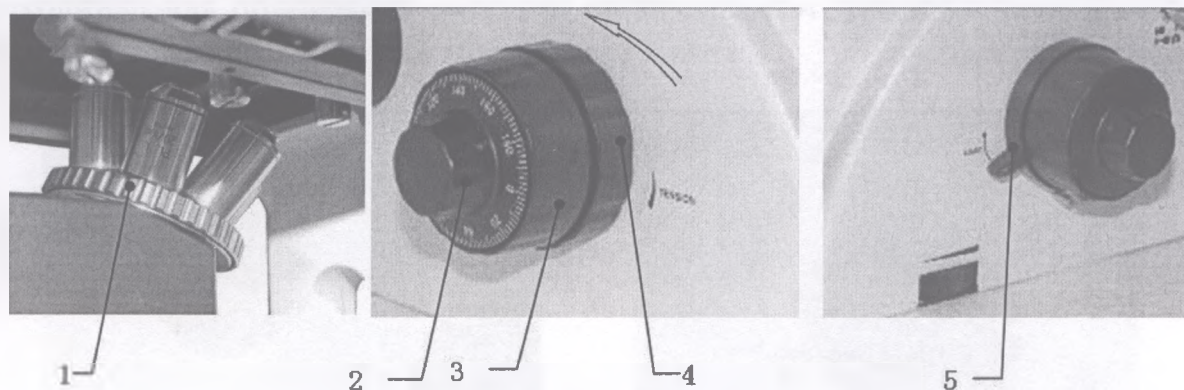

Рисунок 10. Фокусировка.
Начинайте настройку на резкость, используя объективы небольшого увеличения, например 10х (1). Начинать вращать рукоятку грубой фокусировки - «макрвинт» (3), объектив начнет подниматься, приближаясь к поверхности образца. Наблюдайте возникновение увеличенного изображения в окулярах. Когда изображение появится, перестаньте вращать винт грубой фокусировки. Для тонкой настройки фокуса увеличенного изображения используйте «микровинт» (2). Для регулировки усилия прикладываемого к винту грубой настройки используйте кольцо (4). Для ограничения верхнего положения объектива используйте фиксатор (5). Рисунок 10.